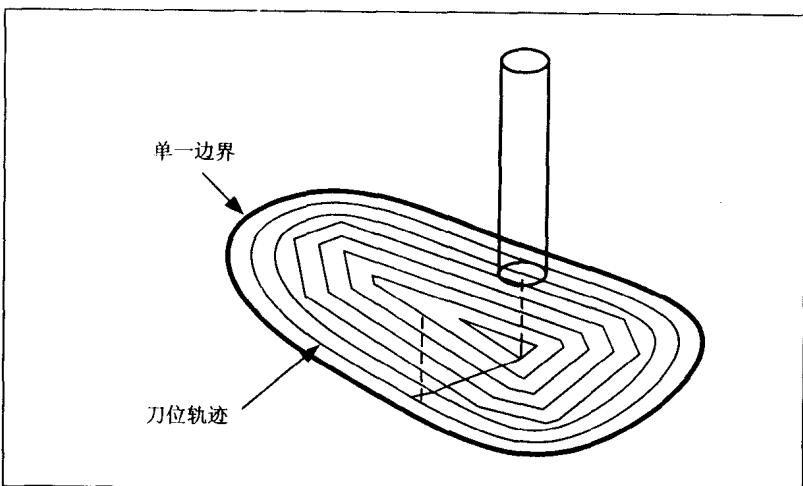

图 1-12 边界几何体
- 4) 边界(Boundary)几何体：边界几何体一般均指定义切削移动的区域。这些区域可以是单一的一个边界或一个组合的边界。图 1-12 为一个最简单的单一边界，以及此边界内的刀位轨迹。